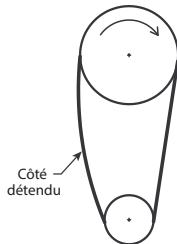

Figure 8
- b. Modèles 16FT16, 5DVL6, 5DVL7, 5DVL8, 5DVL9, 5DVN0 : Les courroies doivent être juste assez tendues pour empêcher le patinage à pleine charge. Les courroies doivent présenter une légère courbure sur le côté détendu durant la marche à pleine charge. Voir la Figure 8.